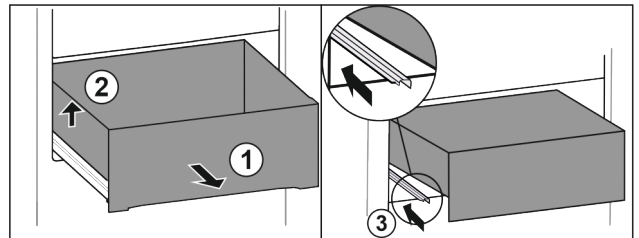

Fig. 13*
- ▶ Lade er volledig uittrekken Fig. 13 (1).*
- ▶ Lade links optillen Fig. 13 (2).*
- ▶ Linker rail erin schuiven Fig. 13 (3).*